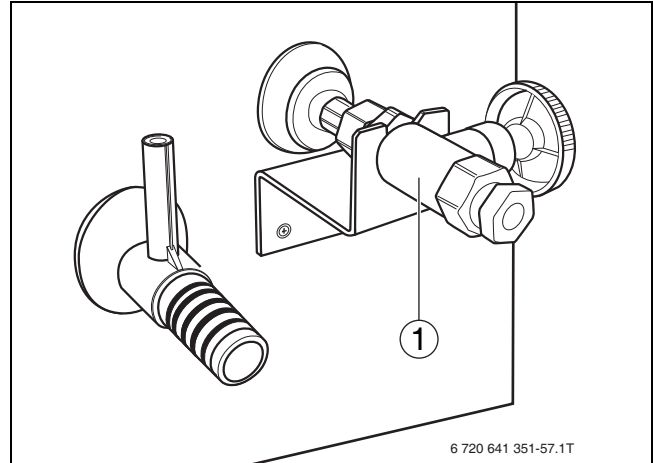

Bild 32 Öl-Absperrventil
- Ölschlauch mit der Dichtung am Öl-Absperrventil (→ Bild 32, [1]) montieren.